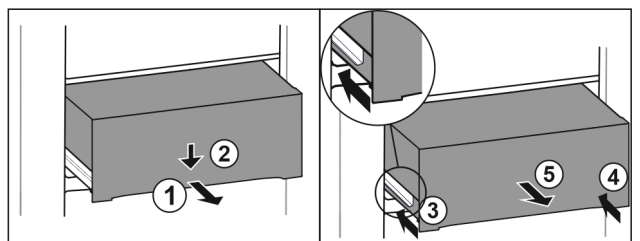

Fig. 82
- ▶ Изтеглете чекмеджето наполовина. Fig. 82 (1)
- ▶ Натиснете надолу чекмеджето от предната страна. Fig. 82 (2)
- ▶ Вкарайте лявата релса приблизително 2 cm навътре. Fig. 82 (3)
- ▶ Вкарайте дясната релса приблизително 2 cm навътре. Fig. 82 (4)
- ▶ Извадете чекмеджето напред. Fig. 82 (5)